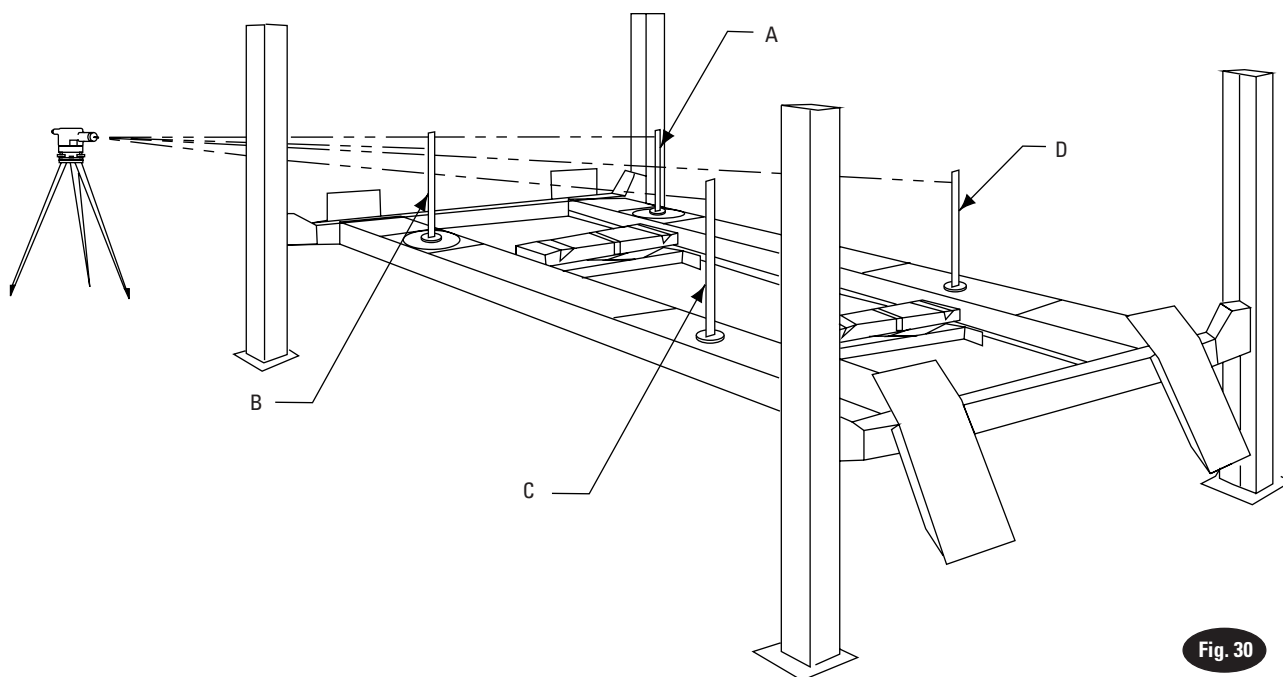

Fig. 30
- E. Ensuite, déplacer la cible et la placer sur la jauge de rayon de braquage du point "B", Fig. 30.
- G. Ajuster l'écrou de réglage sur la plaque du loquet de verrouillage de la tige de réglage sur la partie supérieure de la colonne au pont "B", Fig. 30, en desserrant le contre-écrou et en tournant l'écrou d'ajustement jusqu'à ce que la ligne de la mire s'aligne à la marque de référence de la graduation de la cible.